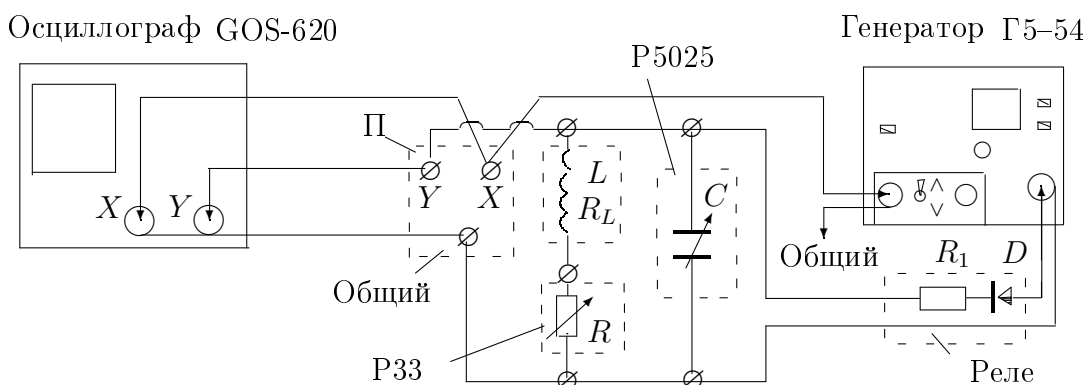

Рис. 2. Схема установки для исследования свободных колебаний
**Экспериментальная установка.** На рис. 2 приведена схема для исследования свободных колебаний в контуре, содержащем постоянную индуктивность  $L$  и переменные ёмкость  $C$  и сопротивление  $R$ . Колебания наблюдаются на экране осциллографа.
1. а) Соберите схему согласно рис. 2. Выход генератора через реле подключите к клеммам «1» и «2'» магазина емкостей. В этом случае верхним рядом курбелей (ручек) можно менять ёмкость в интервале 0–1 мкФ. Показания курбелей суммируются.